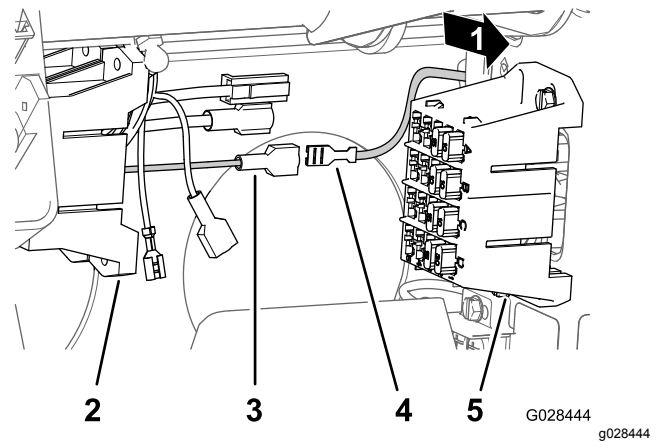

Bild 23
4. Suchen Sie den nicht isolierten Anschluss am Ende des offenen, gelben Stromkabels am Sicherungsblock der Maschine und den isolierten Flachstecker am Ende des gelben, optionalen Stromkabels am Sicherungsblock des Sprühfahrzeugkabels (Bild 23).
5. Stecken Sie den nicht isolierten Anschluss des Sicherungskastens für die Maschine in den isolierten Flachstecker des Sicherungskastens des Sprühfahrzeugs (Bild 23).